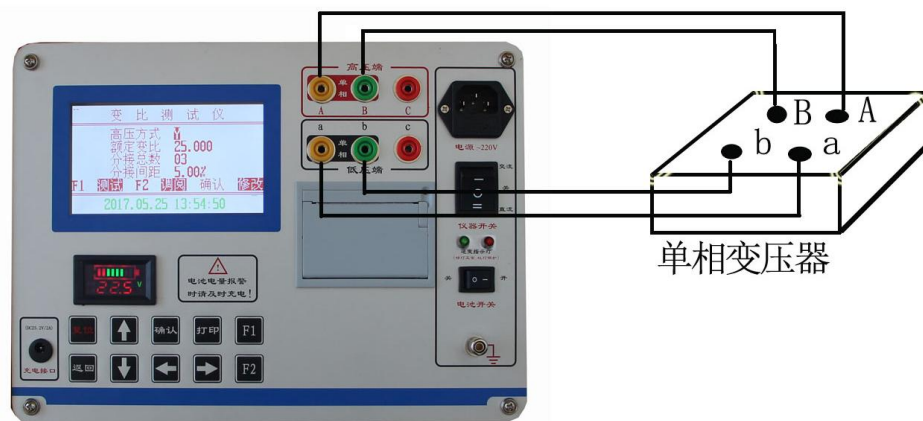

图 12 单相变压器变比测试接线图
2. 单相变压器，电压组合 $525/\sqrt{3}\pm 8\times 1.25\%/20$ ，按图 12 接线。